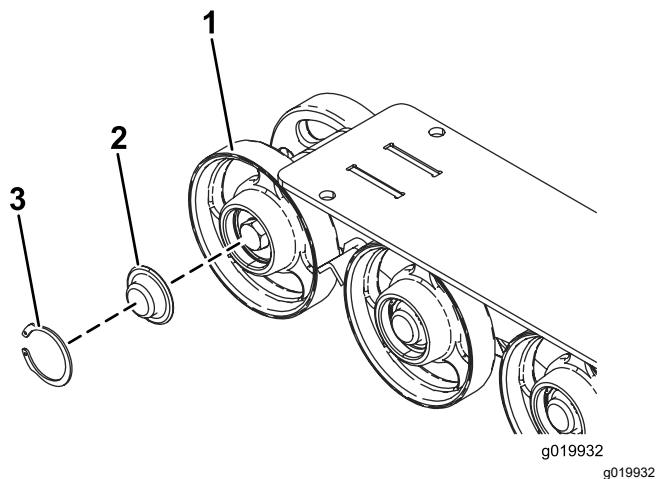

Figura 49
- Rimuovete l'anello elastico e il tappo da una ruota non motrice (Figura 49).
6. Controllate il grasso sotto il tappo e attorno alla guarnizione (Figura 49). Se è sporco, sabbioso o consumato, eliminatelo completamente, sostituite la guarnizione e applicate grasso nuovo.
8. Collocate il tappo ingrassato della ruota non motrice sulla testa del bullone (Figura 49).
9. Fissare il tappo della ruota con l'anello elastico (Figura 49).